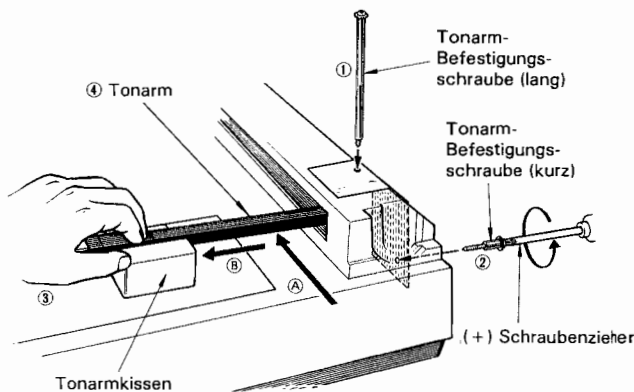

Fig. 16
2. Das Tonarm-Polster ③ unter den Tonarm in Pfeilrichtung A schieben, wie in Abb. 16 gezeigt. Das Tonarm-Polster in Pfeilrichtung B